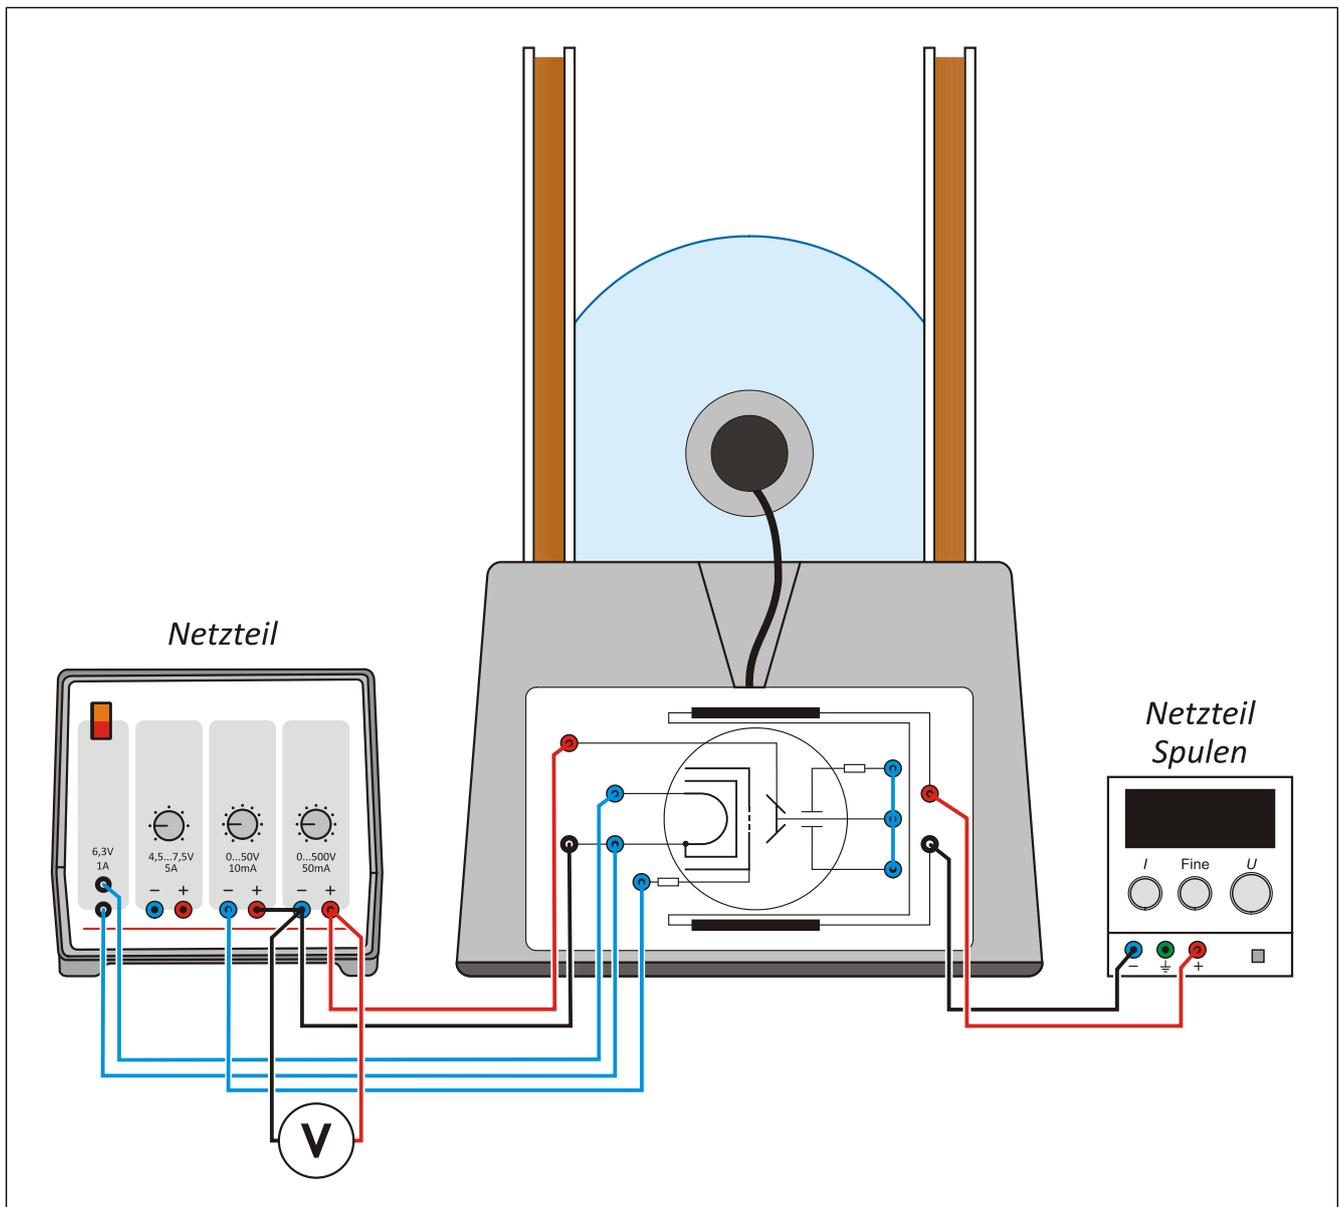

Bild 2: Versuchsaufbau
- Kontrollieren Sie den Versuchsaufbau (nach **Bild 2**).